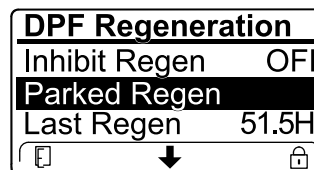

Figura 42
- Si el ordenador del motor solicita una regeneración de recuperación o si está procesando una regeneración de recuperación y se desplaza hasta la opción PARKED REGEN (Regeneración con la máquina aparcada), la regeneración con la máquina aparcada se bloquea y aparece el icono del candado (Figura 42) en la esquina inferior derecha del InfoCenter.